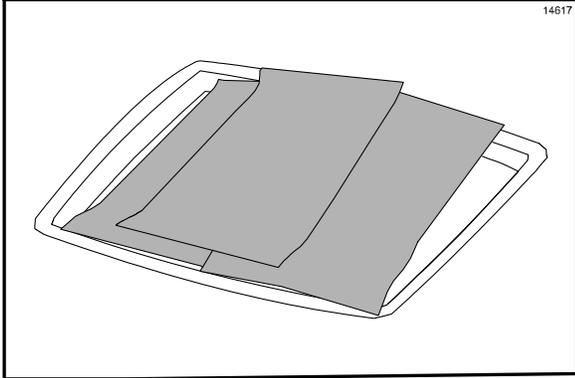

Figura 46
13. Coloque todas las hojas antiadherentes en forma plana sobre la bandeja de almacenamiento de hojas antiadherentes. NO doble ni arrugue las hojas ni las coloque sobre objetos filosos. NO las limpie en el fregadero de tres compartimientos. (Vea la figura 46.)